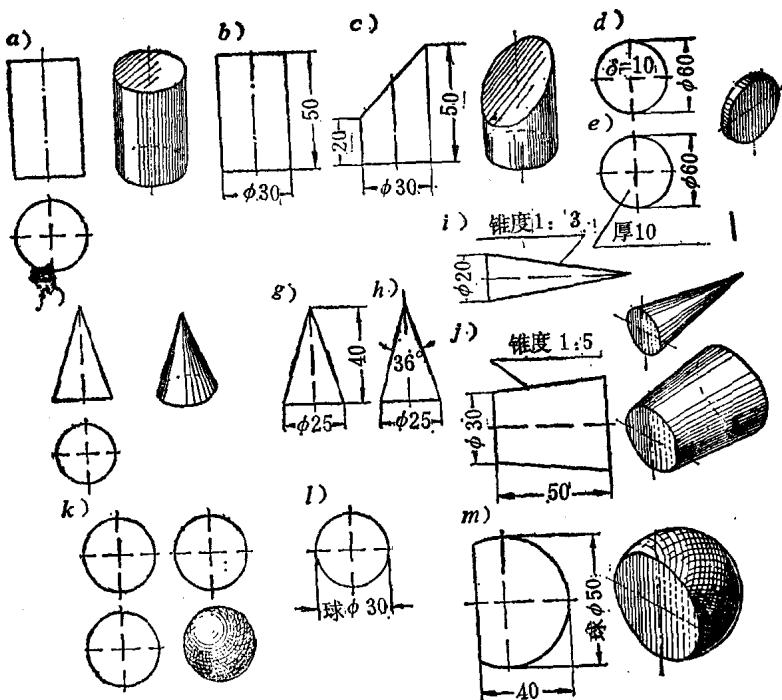

图 8 按回转体的形态确定视图的数量和尺寸
**圆柱体** 为了表达完整的或被截断的圆柱体，如果有一个视图能表示它的底或横截面，这时采用两个视图表达就足够了(图8*a*)。
在尺寸数字前加注直径符号“ $\phi$ ”，只限圆柱体的一个视图(图8*b*、*c*)；对于不太长的圆柱体，采用一个视图即可表达完善(图8*b*、*c*)，在这个视图上同时显示出圆柱体的直径和高度；在标注薄板零件的厚度尺寸时，在数字前面应加注定规定符号“ $\delta$ ”或“厚”字，用一个视图即可表达(图8*d*、*e*)。
**圆锥体** 在用视图来确定完整的圆锥体(图8*f*)或截断的圆锥体时，若其中有一视图显示出底平面的实形，就采用两个视图表达。若用直径符号“ $\phi$ ”标注，在一个视图上标注底的直径尺寸和高度尺寸时(图8*g*)，以及若用直径符号“ $\phi$ ”标注，在一个视图上标注底的直径尺寸和顶角角度时(图8*h*)，可只采用一个视图表达圆锥体。如果在同一个视图上标注底的直径(例如 $\phi 20$ )和锥度(例如1:3)，也可用一个视图表达(图8*i*)。对于圆台(图8*j*)，则必须标注下列尺寸：一个底的直径( $\phi 30$ )、锥度(1:5)和两底之间的距离(50)，用一个视图表达。
**球体** 欲完善地表达球体，须用三个视图表达(图8*k*)。但也可以用一个视图即可表达完善：在直径尺寸前标注“球”字